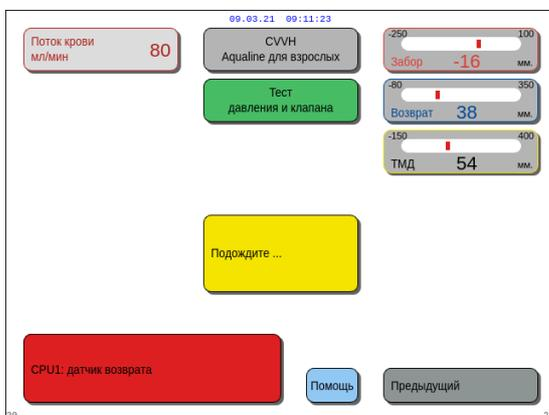

Рис. 112
► При неудачном выполнении *теста датчиков давления и клапана* отобразится красное окно с описанием причины ошибки (рис. 112).